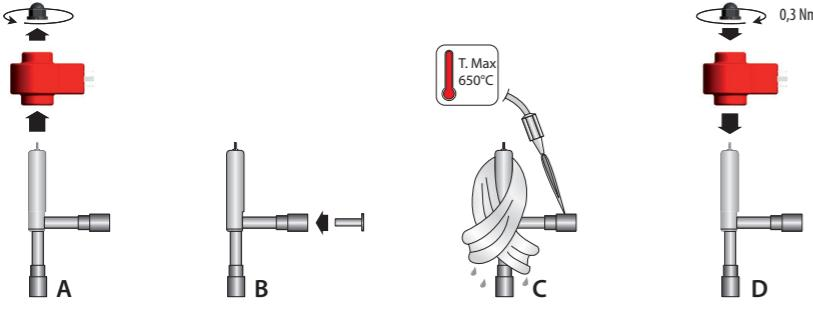

Fig. 2
2. inserire il filtro in rete metallica (opzionale) esclusivamente sul raccordo laterale d'ingresso (Fig.2-B) posizionandolo in battuta e bloccandolo col tubo del circuito, prima di saldare la valvola. **Attenzione!** Utilizzare questo filtro solo in modalità mono-direzionale. In caso di utilizzo della valvola in modo bidirezionale, prevedere idoneo filtro nel circuito.
2. install the metal mesh filter exclusively on the side inlet connection (Fig. 2-B), making sure it is fully inserted and secured in place by the pipe, before welding the valve. Important! Only use this filter for flow in one direction. If using the valve for flow in two directions, a suitable filter is required in the circuit;
- Insérer le filtre dans le treillis métallique, uniquement sur le raccord latéral d'entrée (Fig. 2-B) en le positionnant en butée et en le bloquant avec le tuyau du circuit, avant de souder la vanne. Attention! Utiliser ce filtre uniquement en mode monodirectionnel. En cas d'utilisation de la vanne en mode bidirectionnel, prévoir un filtre adapté dans le circuit;